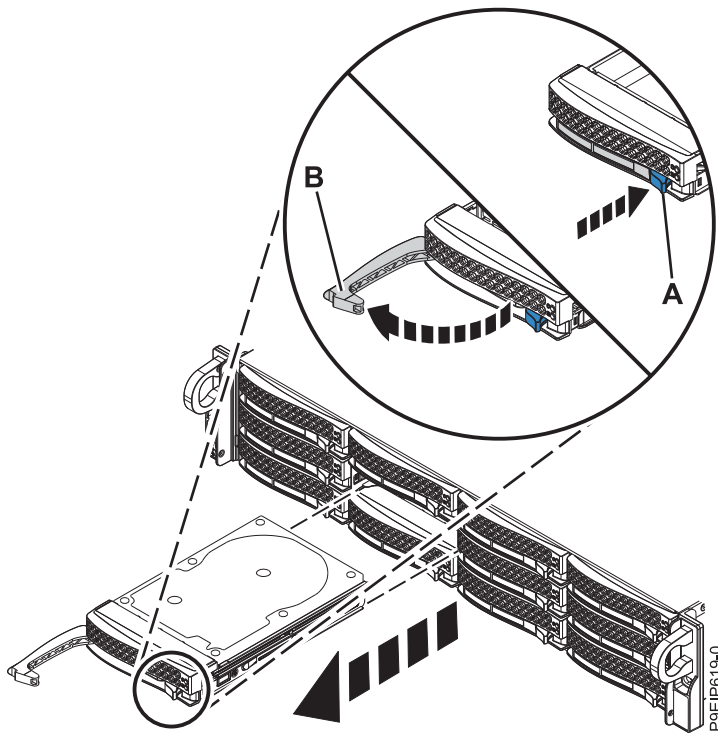

Figure 11. Retrait d'une unité avant
2. Déverrouillez la poignée de la baie d'unité (**B**) en poussant le loquet de la poignée (**A**) comme indiqué dans la figure 11. La poignée (**B**) sort d'un coup sec. Si la poignée n'est pas complètement sortie, l'unité ne peut pas être retirée du système.